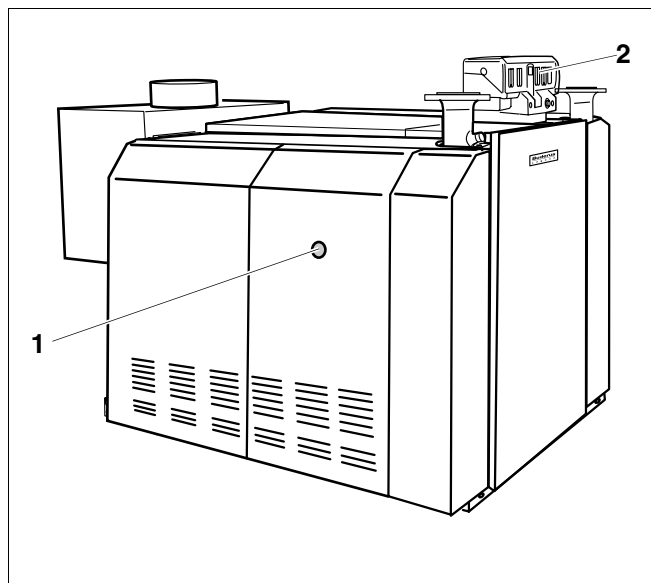

Fig. 4 Esempio GE434: Eliminazione dei guasti del bruciatore
In caso di guasto al bruciatore l'indicatore luminoso (fig. 4, **pos. 1**) sulla caldaia del bruciatore interessato si accende.
- Premere il tasto di riarmo (fig. 4, **pos. 1**) del relativo bruciatore attraverso il foro della cuffia del bruciatore.